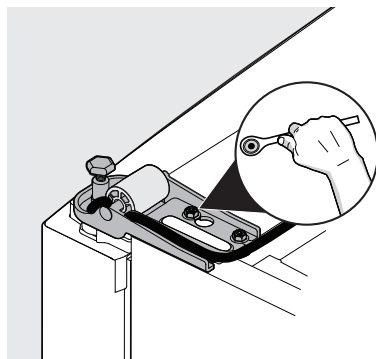

Figure 4
8. Retirez la charnière du bas à l'aide d'une clé de 5/16 po (8 mm) (figure 4).